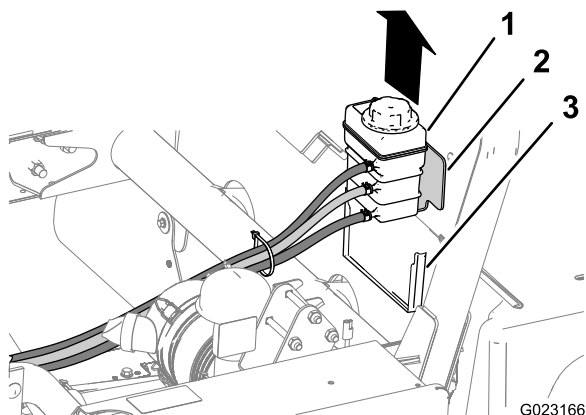

図 11
3. 冷却液タンクを持ち上げて、ROPSシールドのサポートブラケットから取り外す 図 11。